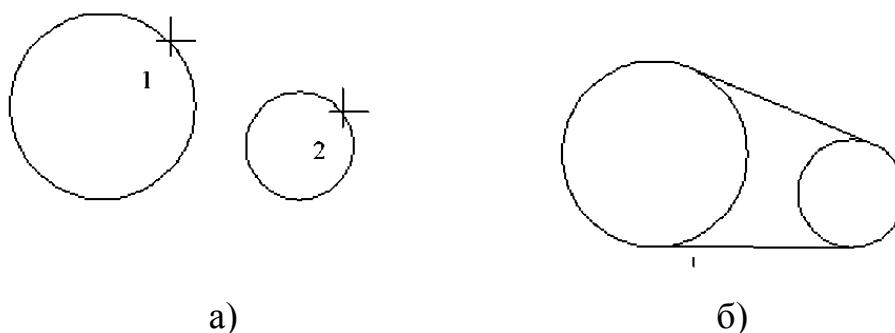

Рисунок 28 – Построение касательных к двум окружностям
Пример: Построение касательных линий к двум окружностям заданных радиусов (см. **Рис. 28**).
3. Указать точку **1** на окружности (Рис. 28а).
5. Указать точку **2** на другой окружности (Рис. 28а).
Результат: Построенные касательные линии показаны на **Рис. 28б**.